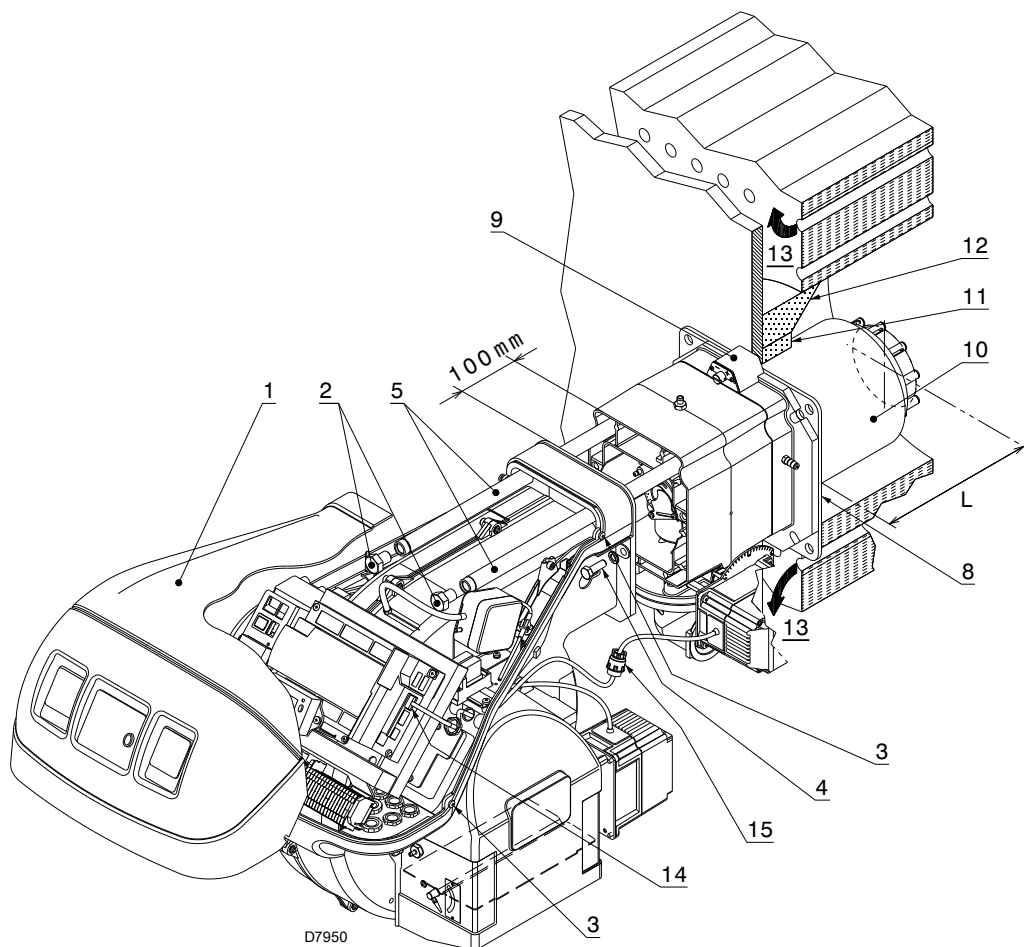

图 16
带前烟道 13) (第 23 页图 16) 或中心回焰式炉膛的锅炉其使用耐火材料制成的保护性炉补 11) 必须装于锅炉炉补 12) 和燃烧筒 10) 之间。
从燃烧器上取下燃烧头，如图 16 所示，然后按以下步骤操作：
- 将燃烧器重新装回到滑杆 3) 上，距多歧管 4) 约 100mm，此时燃烧器位置如第 23 页图 16 所示；
- 连接伺服马达插头 14)( 图 16) ，拧紧锁扣 15) ；